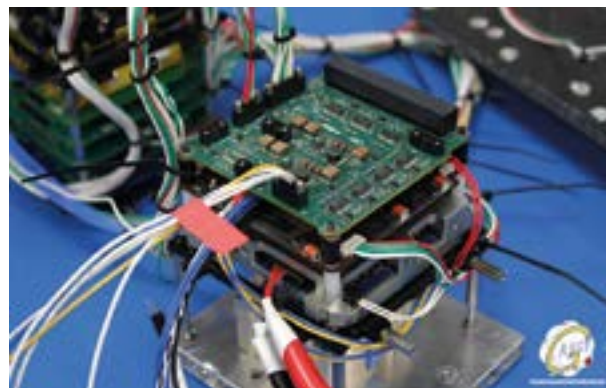

Figura 2. Una de las torres electrónicas del modelo de ingeniería de UNISAT-7, con conectores Harwin.
El módulo BGM220P, capaz de funcionar como sistema autónomo, combina el SoC EFR32BG22 con 512 Kbytes de memoria flash, 32 Kbytes de memoria de acceso aleatorio (RAM), cristales de alta frecuencia (HF) y baja frecuencia (LF) (XTAL), y una red de adaptación de 2.4 gigahercios (GHz) y una antena cerámica para la conectividad inalámbrica (Figura 2). Además de su capacidad de servir como host independiente para diseños IoT de tamaño reducido, el módulo también puede servir como coprocesador de red (NCP) para un procesador host conectado a través de la interfaz UART del módulo. Su pila Bluetooth integrada ejecuta servicios inalámbricos para las aplicaciones que se ejecutan en el módulo en diseños independientes, o procesa los comandos recibidos desde el host cuando se ejecuta en diseños NCP.
Figura 2. Capaz de servir como sistema independiente, el módulo BGM220P de SiLabs combina el SoC EFR32BG22 Blue Gecko con los componentes adicionales necesarios para implementar un dispositivo con Bluetooth. (Fuente de la imagen: Silicon Labs).